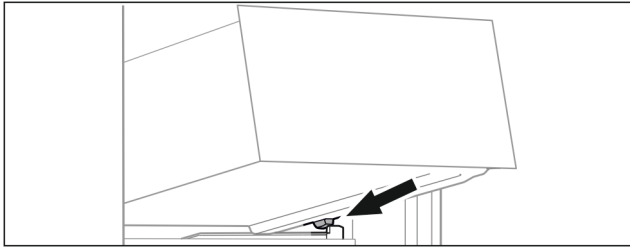

Fig. 90
- ▶ Schubfach schräg hinter den Stoppern auf Behälterrippe aufsetzen. (siehe Fig. 90)